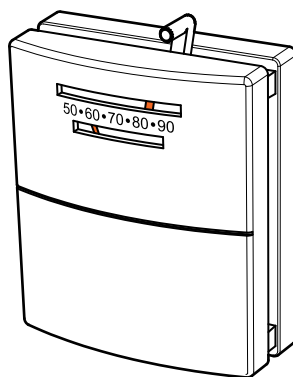

Figure 24.1
1. Un thermostat à basse tension est nécessaire pour exploiter ce pellet appareil. Vous pouvez utiliser le support mural thermostat (**Figure 24.1**) ou l'achat d'une option thermostat programmable ou de la télécommande. Il est équipé d'un système de réglage de anticipateur de chaleur. Le courant nominal est .05 ampères. L'anticipateur doit être ajusté à la valeur la plus faible disponible.
- f. Enclencher le thermostat à la plaque de couverture de l'allié de la plaque (**Figure 24.1**).